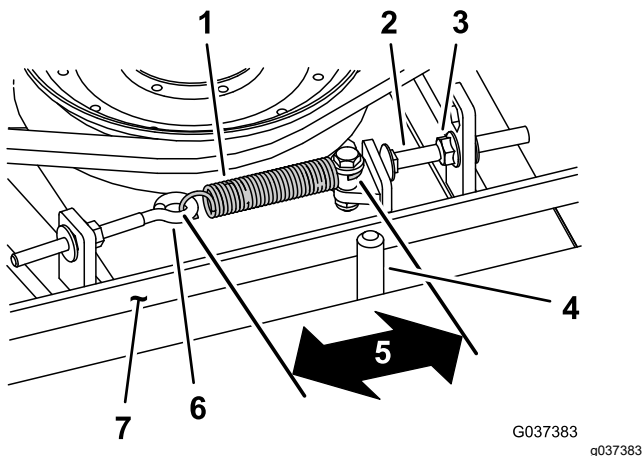

Bild 76
Bei richtiger Spannung sollte die Messung innen an der Verlängerungsfeder (Haken zu Haken) ungefähr $8,3 \text{ cm} \pm 9,5 \text{ cm}$ betragen. Wenn die Federspannung richtig ist, stellen Sie die Anschlagsschraube (Schlossschraube) ein, bis der Abstand zwischen dem Schraubenkopf und dem Spannarm ungefähr 2-5 mm beträgt (Bild 76).
Hinweis: Achten Sie darauf, dass der Riemen auf der Federseite der Riemenführung positioniert ist (Bild 76).
2. Lösen Sie den Augenbolzen, um die Verlängerungsfeder abzunehmen (Bild 76).
3. Lösen Sie die Bundmutter, mit der die Anschlagsschraube an der Befestigungsnase befestigt ist, und schieben Sie die Spannscheibe vom Riemen weg, um die Riemen Spannung zu lösen (Bild 76).
9. Setzen Sie die Verlängerungsfeder (Bild 76) wieder in den Augenbolzen ein und spannen Sie den Riemen wie folgt: